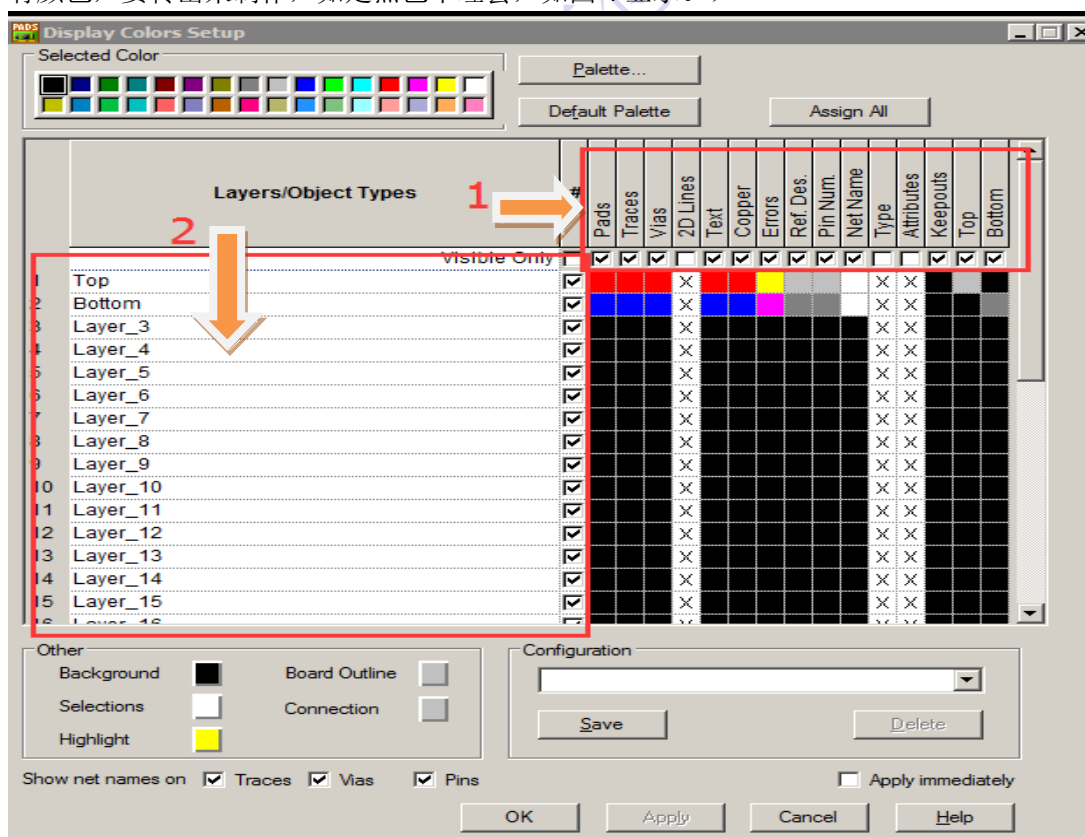
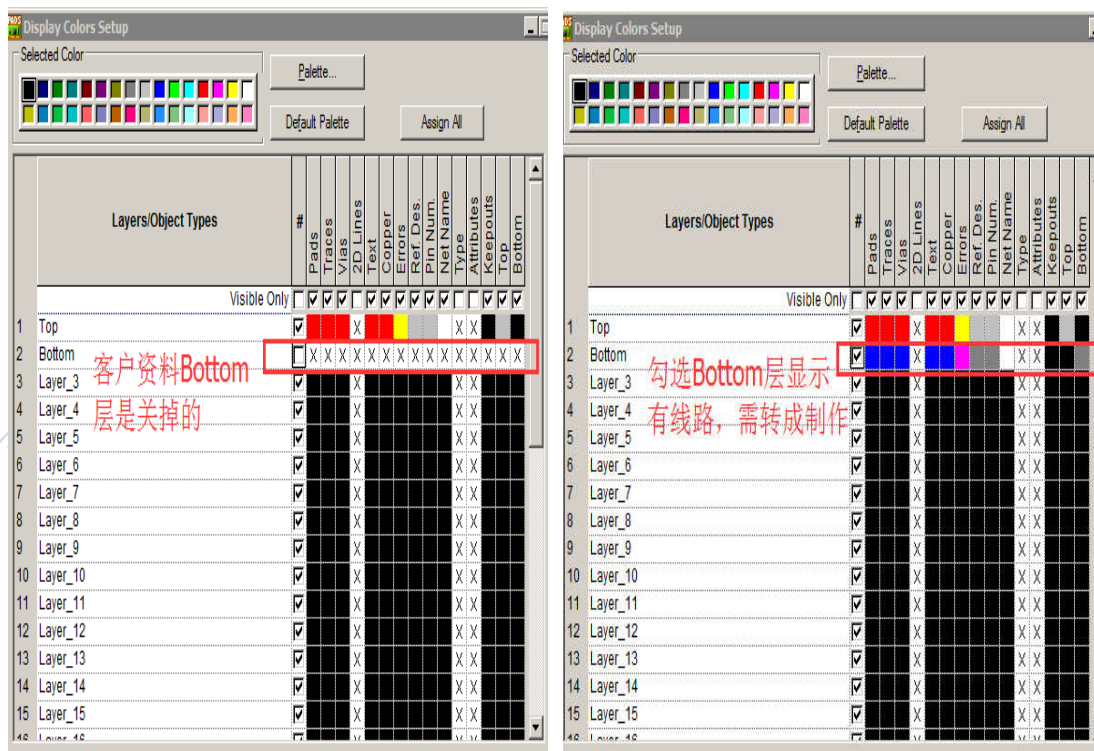

图 3 PADS 层颜色显示设置
图 4 PADS 层颜色显示设置
- ①.如图 3 箭头“1”所指的只要是客户有打上勾且有打上颜色的一律要转出去，没有打上勾的和打上勾了颜色是黑色的就不会转出。
- ②.如图 3 箭头“2”所指的按线路、阻焊、字符、分孔图、钻带依次转出,另外再看客户是否有特别的层。（必要的层，比如线路层，下的是双面板，如客户关掉底层走线层，打开显示有颜色，要转出来制作，如是黑色不理睬，如图 4 显示。）